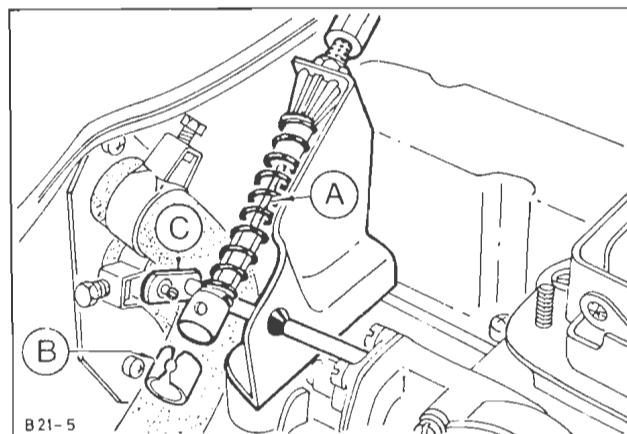

Fig. 72 - Hægt gasspjældskablet på gasspjældsforbindelsen.
15. Monter gasspjældskablet på beslaget og hægt det fast i gasspjældsforbindelsen, Fig. 72. Forbind og juster chokerkablet, hvis monteret.